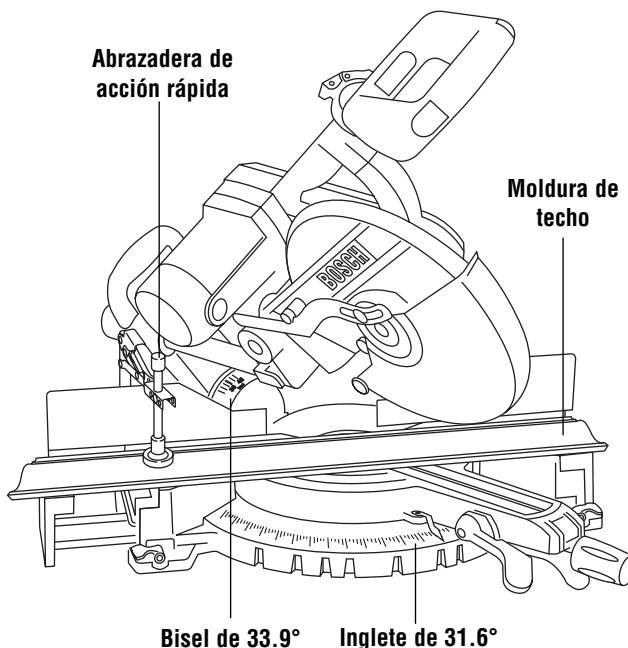

Figura 35. Moldura de techo colocada horizontalmente
1. Para una esquina de 90°, establezca los ángulos de inglete y de bisel de acuerdo con las tablas de abajo. Apriete el pomo de fijación de inglete y la palanca de fijación de bisel (Figura 35).